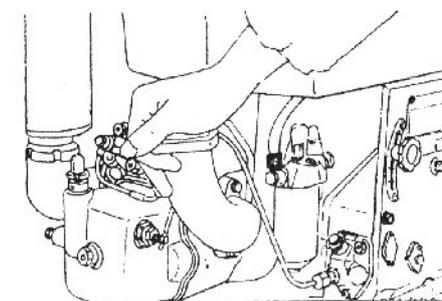

Fig. 8 Um método de parada de emergência. Bloquear o tubo de entrada do motor
2. Em condições particulares, quando a parada de emergência é necessária, é recomendável soltar quaisquer conexões do tubo de combustível de alta pressão ou usar uma estopa ou toalha disponível para bloquear a entrada do filtro de ar. O motor também pode ser parado colocando o dispositivo de descompressão em ação (Fig.8).